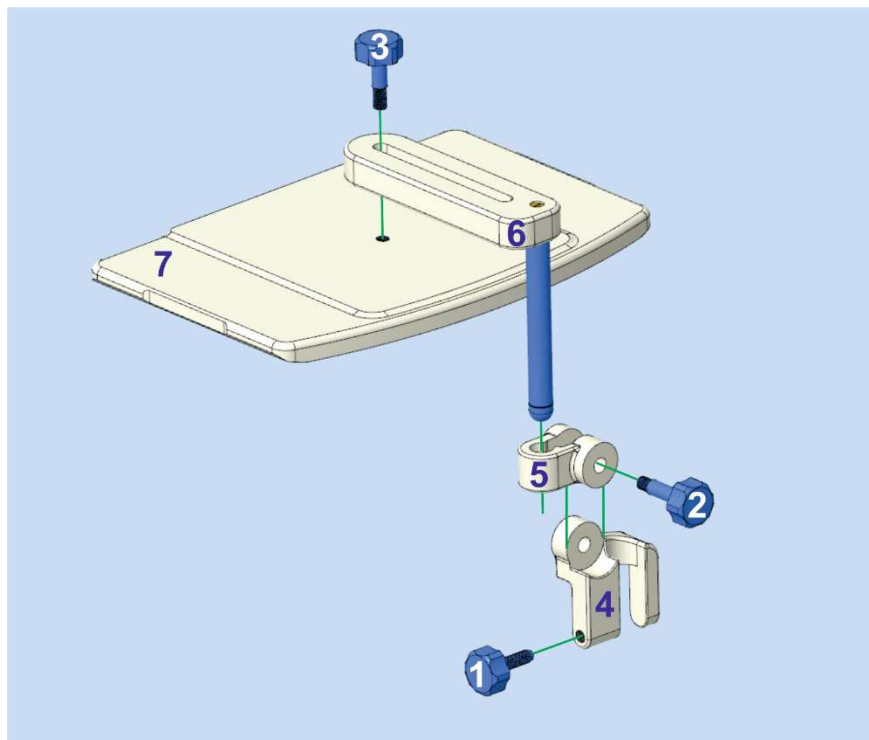

Рисунок 18. Как собирать держатель эндоректальной катушки для положения «HLD катушки».
- Подробнее о том, как следует собирать комплектующие, см. на Рис. 18.